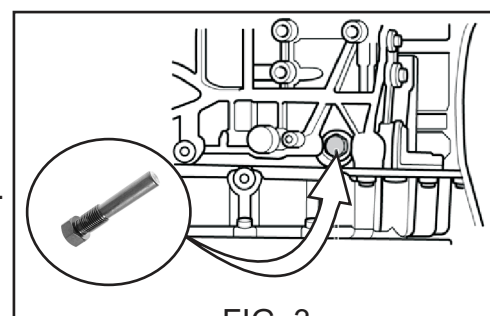

FIG. 3
- 3 Girar el cigüeñal hacia la derecha hasta que el cilindro n°1 se posicione en el PMS. Después, montar la herramienta de bloqueo del cigüeñal [FIG. 3].